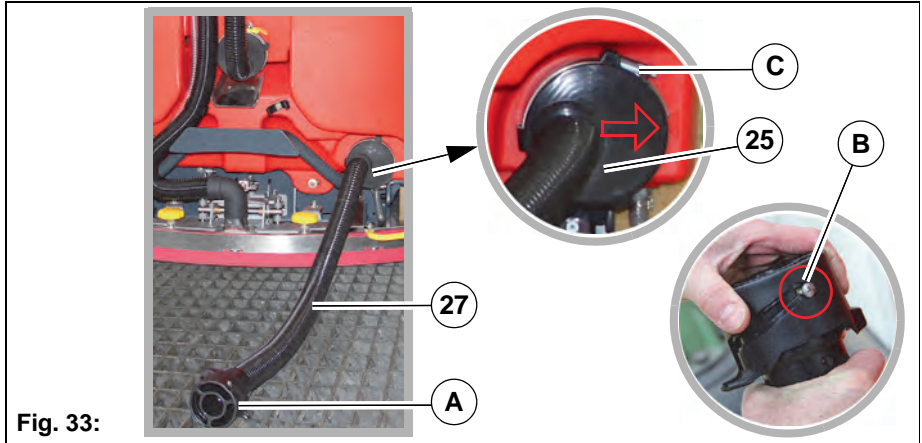

Fig. 33:
4. Ta tømmeslangen ut av holderen, åpne tømmeventilen **Fig. 33-A** og tøm skittenvannstanken over avløpet.
5. Lukk låsen på tømmeslangen helt igjen etter tømning **Fig. 33-B!**
2. Løsne skruespennen **Fig. 33-C** med skrutrekker og demonter tømmeslangen **Fig. 33-27**.